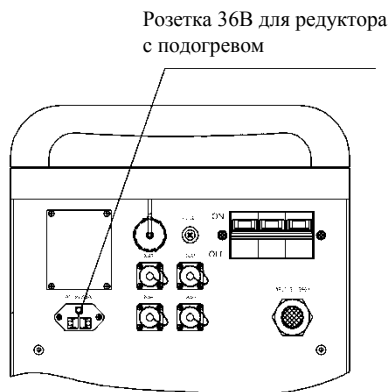

Рис. 6.16. Задняя панель источника питания (верхняя часть). Разъемы могут отличаться.
1. Вилку питания редуктора с подогревом вставить в разъем питания (розетка 36В на задней панели источника питания), как показано на рис. 6.16.